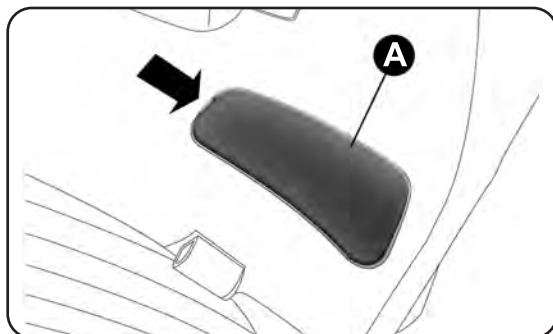

fig. 137
- abra el maletero y retire la tapa A-fig. 137 utilizando un destornillador en el punto indicado por la flecha;
- monte el grupo portalámparas colocándolo correctamente, apretando el tornillo C y fijándolo con la lengüeta de sujeción B. A continuación, monte la tapa A-fig. 137.
ADVERTENCIA Durante el montaje de la tapa A-fig. 137, proteja con un paño la punta del destornillador para evitar que se raye.